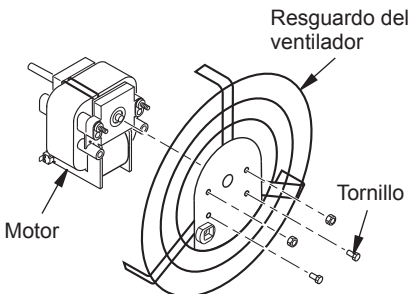

Figura 11 - Desmontaje y montaje del resguardo del ventilador en el motor
4. Con un destornillador para tuercas, quite las dos tuercas y los dos tornillos que fijan el resguardo del ventilador al motor. Extraiga del motor el resguardo del ventilador (consulte la figura 11).